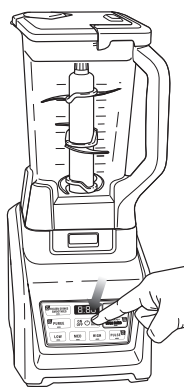

Fig. 8
- 11 Cuando haya alcanzado la consistencia deseada, apague el artefacto presionando el botón de encendido (⏻) y espere a que la cuchilla se detenga. (Fig. 8)